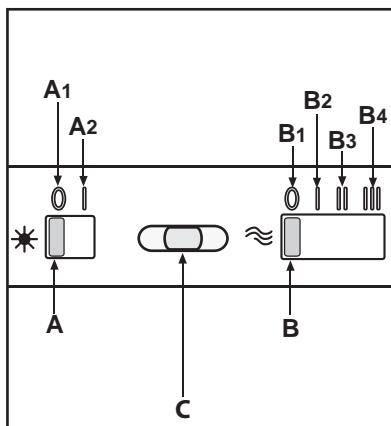

Fig.7
• **Kommandoknappar (Fig.7) slider:**